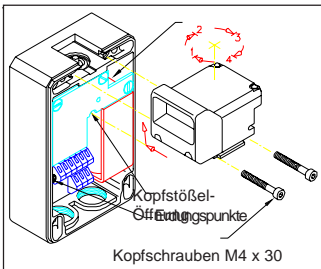

Abb. 1: Drehen des Kopfes
3. Durch Niederdrücken des Magnetstößels (siehe Abb. 1) und Drehen des Griffs um 90° nach links die Schlüsselbaugruppe aus der Einheit entfernen.
Abb. 1 beachten und folgendermaßen vorgehen:
b) Den Elektiker-Schraubendreher in die Kopfstoßel-Öffnung einführen und den Kopfstoßel gegen Federdruck festhalten (siehe Pfeile in Abb. 1). Den Kopf herausgleiten lassen.